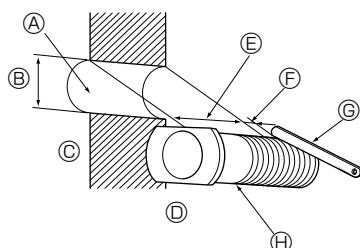

Fig. 3-6
3.4.1. Procedimento para fazer orifícios (Fig. 3-6)
- ① Faça orifícios de $\varnothing 65$ mm ou $\varnothing 75$ mm com cerca de 5–7 mm de profundidade e ligeiramente direccionados para baixo e para o exterior da divisão.
- ② Insira as mangas dos orifícios de parede nos orifícios.